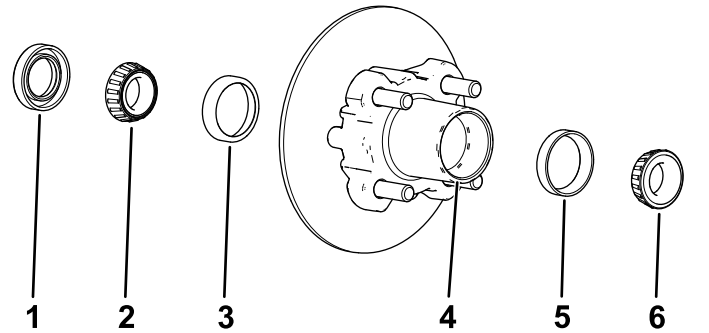

Figura 35
1. Retire el cojinete exterior y el anillo de rodadura del cubo (Figura 35).
2. Retire la junta y el cojinete interior del cubo (Figura 35).
5. Limpie el hueco del cubo para eliminar cualquier resto de grasa, suciedad y residuos (Figura 35).
7. Llène el hueco del cubo hasta un 50-80% de su capacidad con grasa del tipo especificado (Figura 35).
8. Monte el cojinete interior sobre el anillo en el lado interior del cubo e instale la junta (Figura 35).